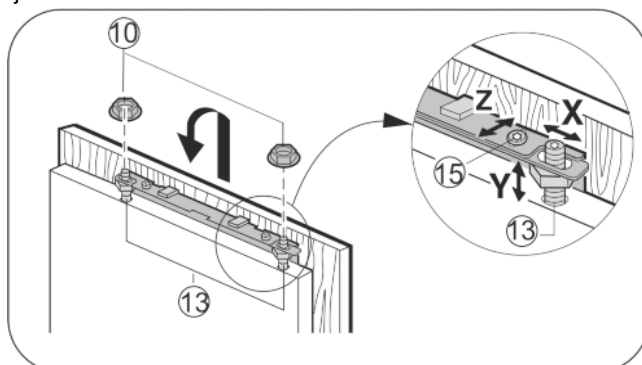

Fig. 27
- ▶ Uzkariniet mēbeles durvis uz regulējošām skrūvēm Fig. 27 (13) un vaļīgi uzskrūvējiet pretuzgriežņus Fig. 27 (10) uz regulējošām skrūvēm.
- ▶ Nolīmeņojiet mēbeles durvis augstumā Y un sānu slīpumā: Iestatiet regulējošās skrūves Fig. 27 (13) ar skrūvgriezi.
- ▶ Pievelciet pretuzgriežņus Fig. 27 (10).